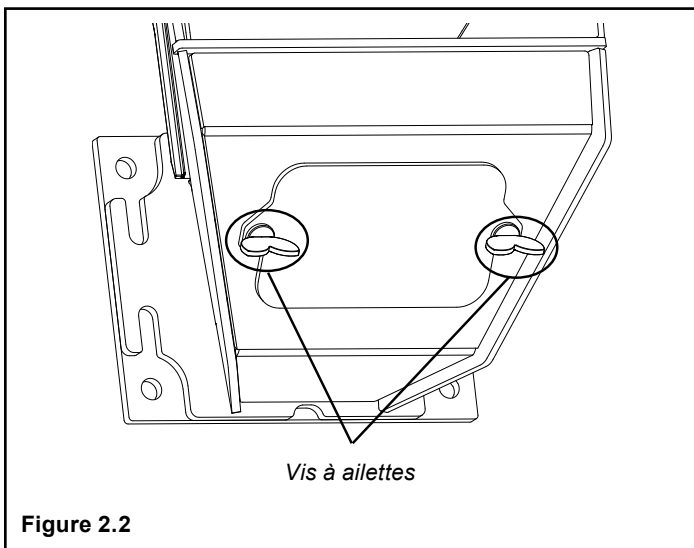

Figure 2.2
- Desserrez les (2) vis à ailettes se trouvant sur l'angle inférieur avant du pot de combustion. Figure 2.2